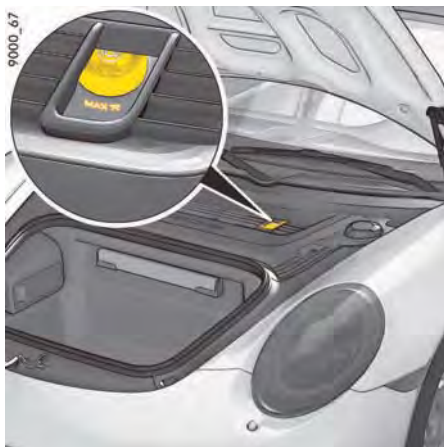

図195: ブレーキ液タンク
- ▶ ブレーキ液タンクのブレーキ液量を読み取ってください(図195)。フルード液量は常にMINマークとMAXマークの間に維持されなければなりません。